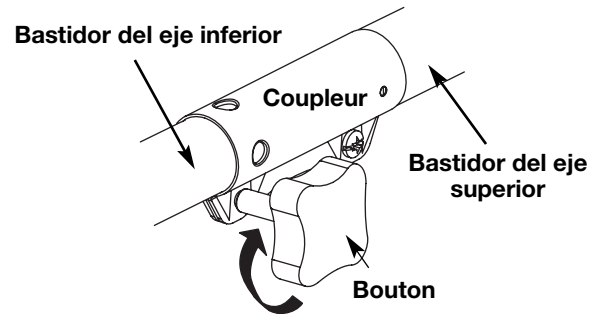

Fig. 4
- Serrez le bouton en le tournant à droite (Fig. 4).